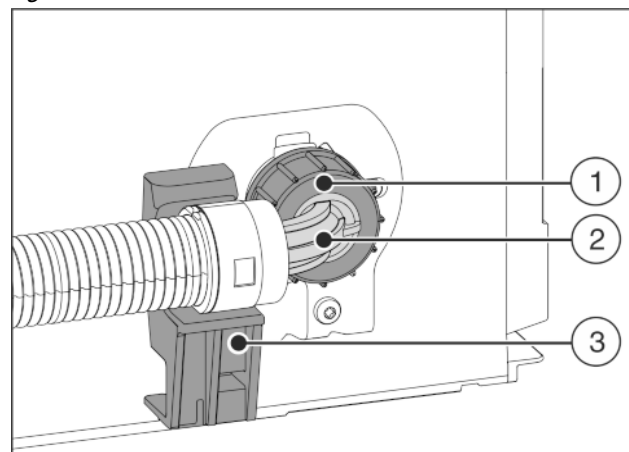

Fig. 22
- ▶ Abgewinkeltes Schlauchende Fig. 22 (2) horizontal am Halter Fig. 22 (3) positionieren und festhalten.
- ▶ Mutter Fig. 22 (1) mit der Hand auf Gewinde schrauben, bis ein sicherer, fester Sitz erreicht ist.